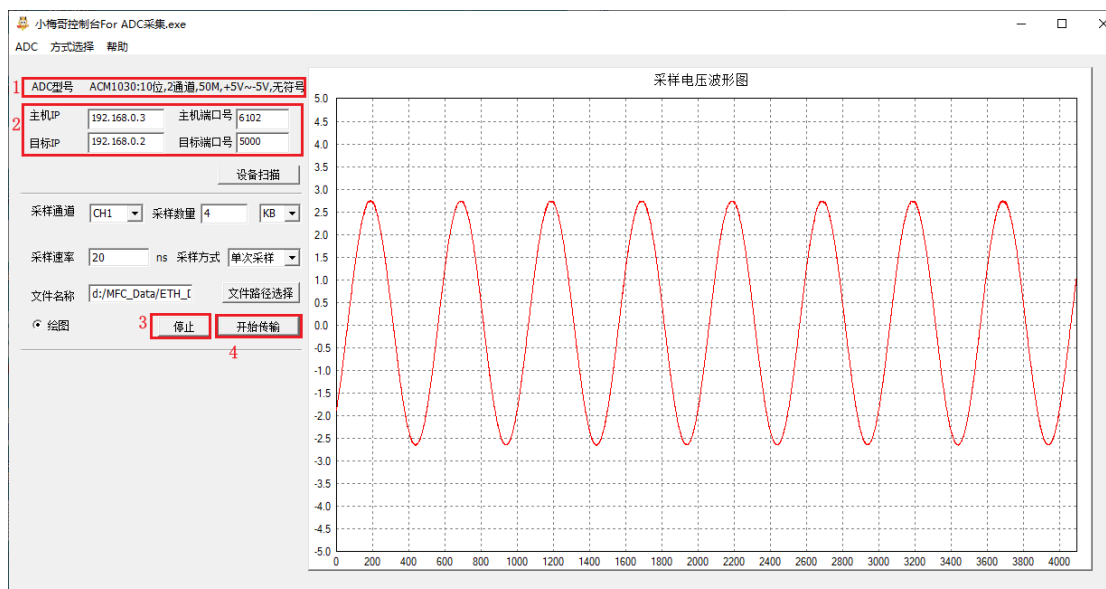

图 65-34 数据采集上位机显示图
5. 点击开始传输之后，可以看到在右边采样电压波形图界面可以直观看得到波形图，如下图 65-34 所示。需要注意的是波形图的横坐标对应的不是频率，而是采样数量。